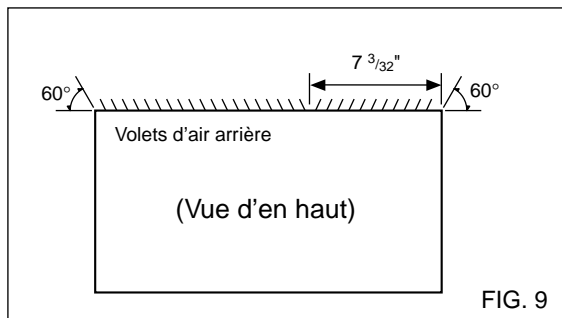

FIG. 9
- 1** Redirigez les volets d'air situés à l'arrière du caisson mural de 60° comme le montre Fig 9. L'utilisation de pinces est recommandée.